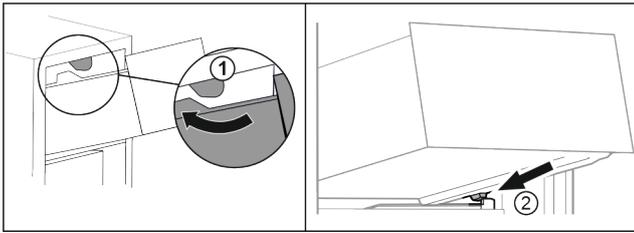

Fig. 72
- ▶ Schubfach um die oberen Stopper herumführen. Fig. 72 (1)
- ▶ Schubfach schräg hinter den unteren Stoppern auf Behälterrippe aufsetzen. Fig. 72 (2)